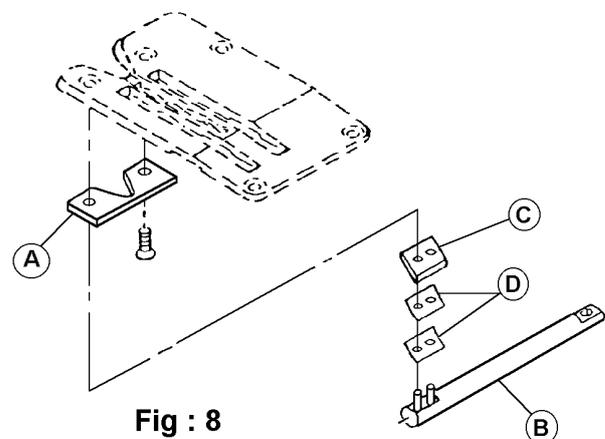

Fig : 8
5. Démontez la plaque à aiguille (D) par dévisser les vis (C).
6. (voir Fig:8) Le couteau mobile (C) repose sur les 2 ressorts (D) et il est maintenu par les deux tétons de centrage de l'axe (B).
7. Remplacez ou retournez la lame (C)) remplacez les ressorts (D).
8. Dévissez le couteau fixe (A) sur la plaque à aiguille.
9. Remplacez ou retournez le couteau (A).
- 11 N'oubliez pas d'enlever le calibre entre levier (A) et vis (F).